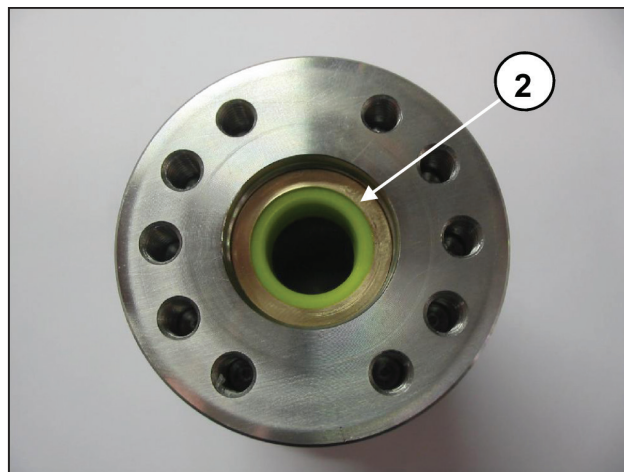
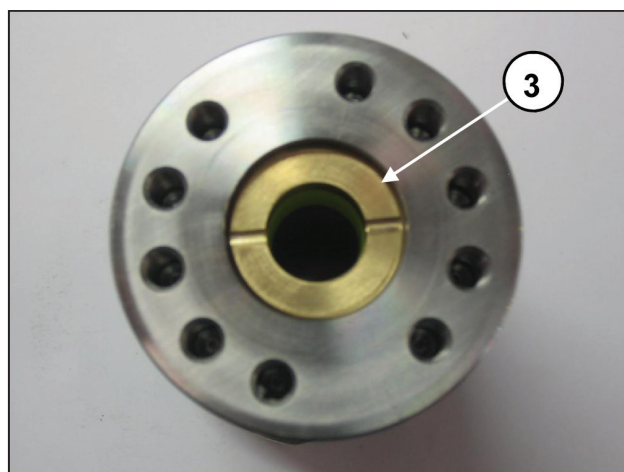
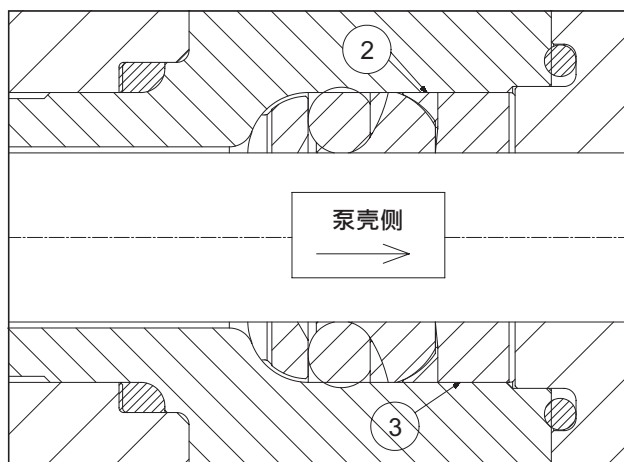

图 124
图 125
图 126
- 插入抗挤压环②和密封圈衬套③，如图 124、图 125、图 126所示定位。
密封圈衬套 ③ 必须插入支撑中，并且排水口朝外（泵壳侧），如图 125 和 图 126所示。